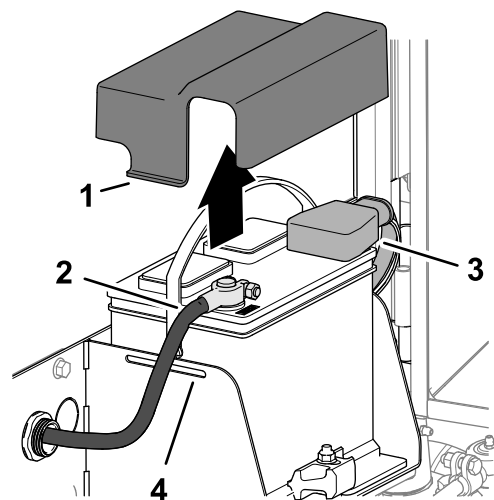

図 131
3. バッテリーカバーの側面を両側から押して、カバーをバッテリートレイから外す **図 131**。